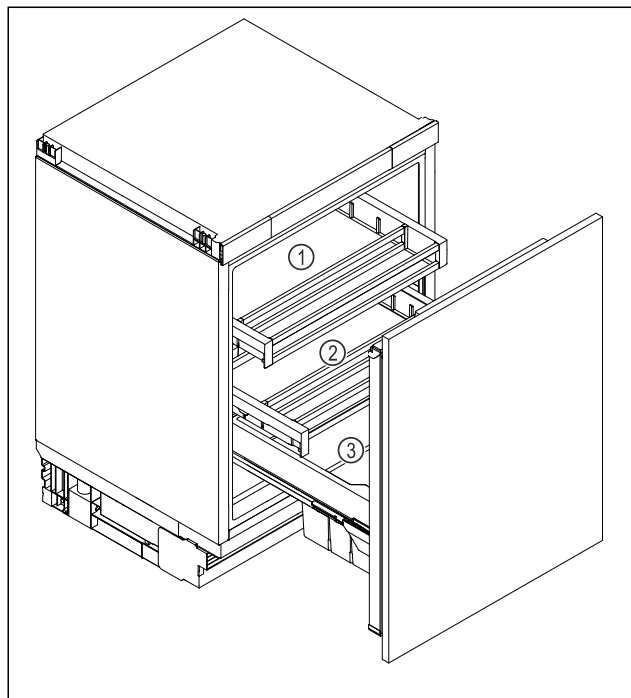

Fig. 6 Immagine a titolo di esempio
- Cassetto superiore Fig. 6 (1): Conservare burro, formaggio, conserve e tubetti.
- Cassetto inferiore Fig. 6 (2): Conservare gli alimenti facilmente deperibili, come pietanze pronte, pesce, carne e insaccati.
- Vaschetta frutta e verdura Fig. 6 (3): Conservare frutta e verdura confezionata.
- Vano bevande Fig. 6 (3): Conservare bottiglie singole.